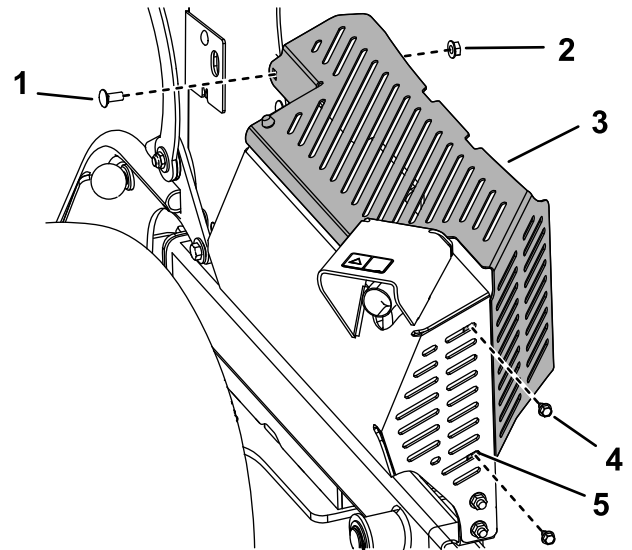

Figura 7
3. Instale el protector térmico sobre el protector del tubo de escape, con las pestañas dentro del protector del silenciador, y sujételo con 2 pernos autorroscantes, y el perno de cuello cuadrado y la tuerca que retiró anteriormente (Figura 7).